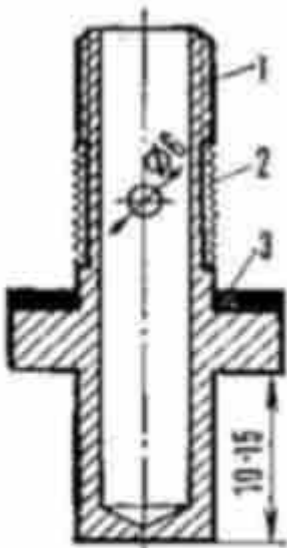

Рис. 120. Удлиненная пробка карбюратора: 1 — пробка; 2 — сетка; 3 — прокладка
2. В карбюраторе рассверлить бензопроводящие пути (в кранике, запорной игле и т. д.). Неплохо установить специальную удлиненную пробку карбюратора (рис. 120).